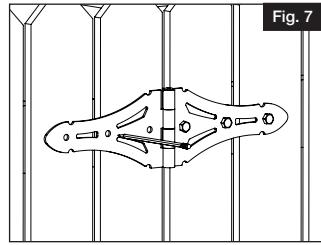

Fig. 7
- c. Marquer l'emplacement des vis sur le poteau (Fig. 7).